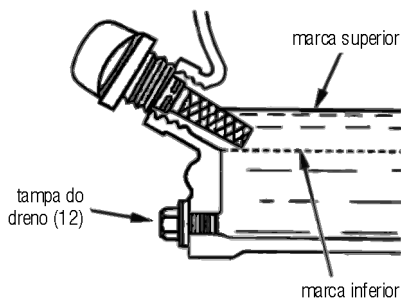

Fig. 8 – nível de óleo
- 5 – Retire novamente a vareta e faça a leitura (fig. 8);